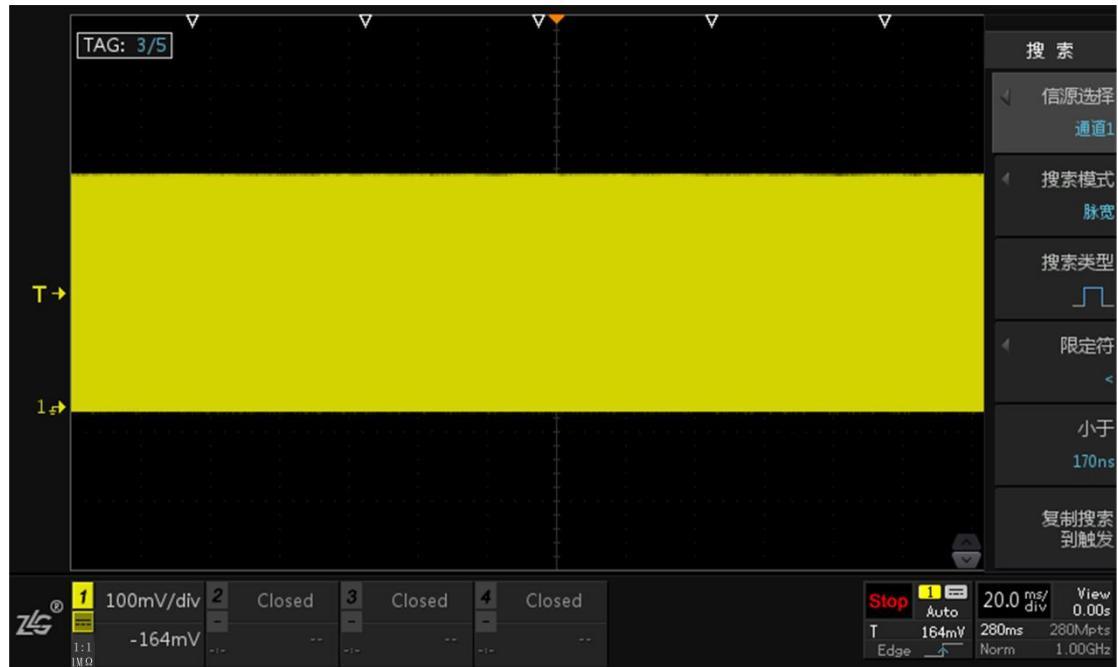

图 13.7 搜索设置
- 5、调节水平时基旋钮，将时基调为 50ms 左右，尽量让屏幕上上有较多的波形，结果如图 13.7 所示，屏幕上的三角形白点即为搜索结果；